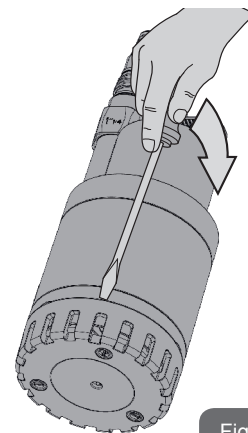

Fig. 10
- Åtta lossa insugningsgallret genom att föra in en skruvmejsel mellan pumpens mantel och insugningsgallret och vrida på den (fig. 10).
- Lossa insugningsgallret genom att föra in en skruvmejsel mellan pumpens mantel och insugningsgallret och vrida på den (fig. 10).